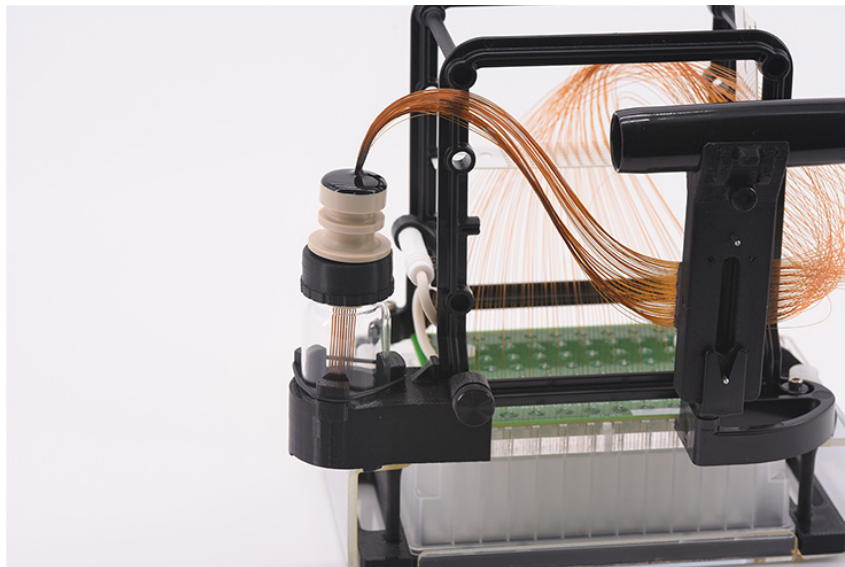

Figure 105 Station d'accueil d'array après installation de l'array
Reportez-vous à la **figure 105** pour voir une photographie montrant tout l'array muni du dispositif de stockage du fuseau de l'array.
- 8** Retirez le fuseau du capillary array du cache de protection noir et placez-le dans le dispositif de stockage du fuseau de l'array, comme illustré dans la **figure 105**.